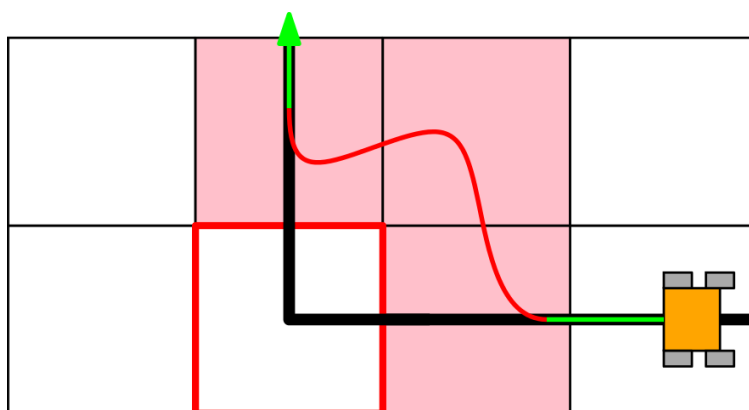

Рис. 11. Срезание поворота с отсутствием прогресса
- С.1.3. При резком «срезании» поворотов, как на рис. 11 робот возвращается на линию в клетке, следующей за опорной, что также определяется как отсутствие прогресса.